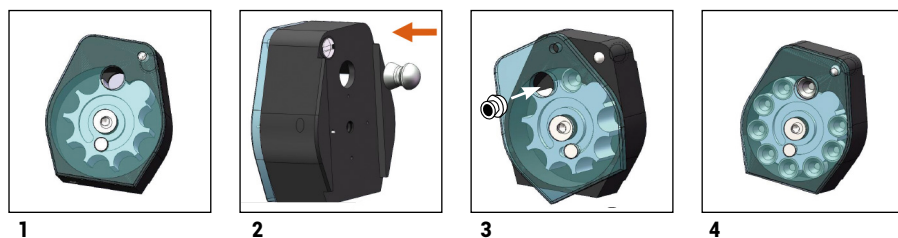

Fig. 13.
- Antes de acoplar el cargador a su carabina, cargue el primer balín en el orificio del cargador, asegurándose primero de que el orificio está centrado (véase fig. 13. Paso 2).
- Cargue el resto de balines a través de la cubierta transparente del cargador, tal y como se indica en la fig. 13 (Paso 3). Introduzca un balín en cada orificio.